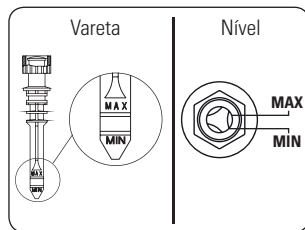

FIGURA 8.6
- Verifique el nivel de aceite y complételo si es necesario, antes de encender el compresor. El nivel debe estar entre las marcas máxima y mínima del varilla o visor de nivel aceite (Para compresor lubricado).(Figura 8.6).